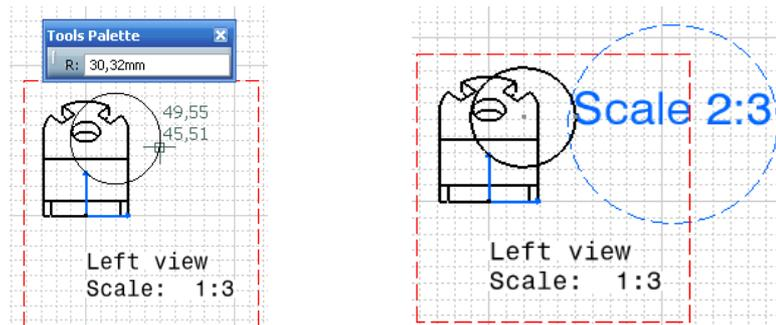

Ilustración 633: Definición de zona del detalle y posicionamiento.
- Se pica sobre la zona de la imagen activa, así se define el centro de la zona que se va a detallar (ver Ilustración 633). Se desplaza el cursor para definir el radio de la zona que se va a detallar y pulsando con el ratón, se da conformidad. Aparece, como se observa en la Ilustración 633, una circunferencia azul de trazos que se puede trasladar, en la que se indica la escala resultante del detalle (por defecto es el doble de la escala de la vista de la que se parte).